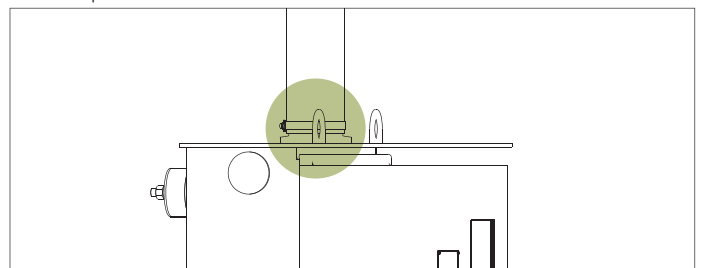

Рис. 64. Фиксация хомута крепления
6. Зафиксируйте патрубок с помощью хомута крепления. См. рис. 64.